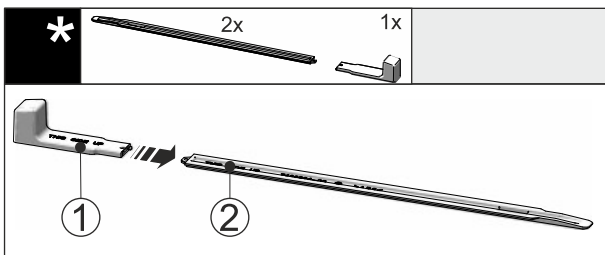

Fig. 45
- Stikk monteringshåndtakene Fig. 45 (1) på nivelleringskinnen Fig. 45 (2).